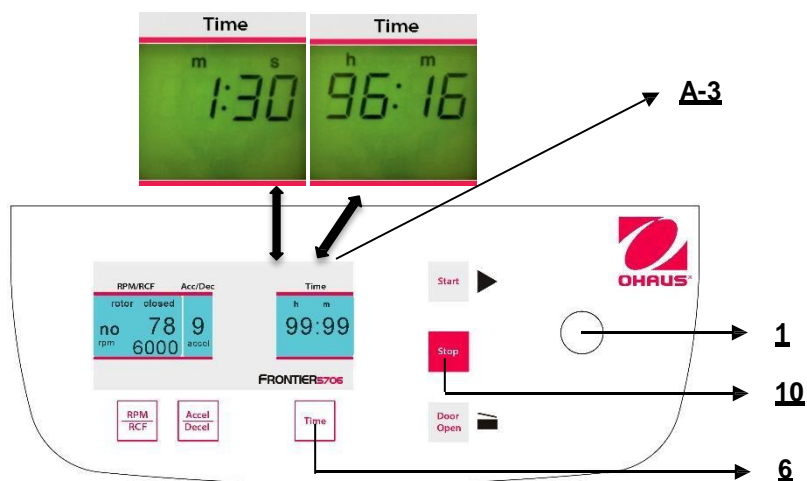

Figura 20
Impostare il valore desiderato mediante la manopola di regolazione (1). Dopo aver superato 59 minuti e 50 secondi, l'indicazione cambia automaticamente a **"h : m"**. Dopo aver superato 99 ore 59 minuti, la parola **"cont"** appare nel display **"Time"** (A-3). Il funzionamento continuo può essere interrotto solo mediante il tasto **"Stop"**(10). Il tempo incomincia il conteggio alla rovescia non appena si raggiunge la velocità impostata. Il display indica sempre il tempo di funzionamento rimanente. (Vedere figura 20)
Fare riferimento alla figura 20 per i passaggi contrassegnati da un numero.